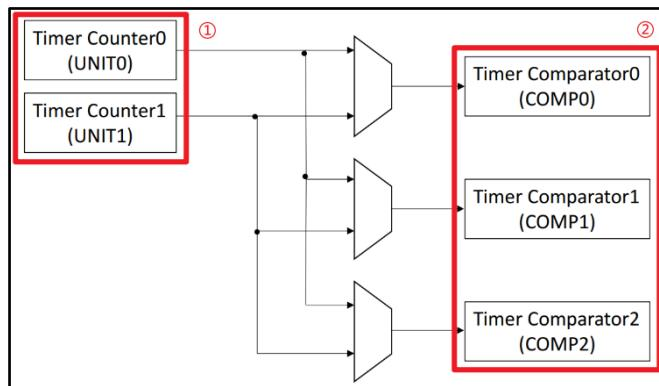

图 14.1.1 系统定时器结构图
系统定时器内置两个计数器 UNIT0 和 UNIT1(如图 14.1.1 中①所示)以及三个比较器 COMP0、COMP1、COMP2(如图 14.1.1 中②所示)。比较器用于监控计数器的计数值是否达到报警值。